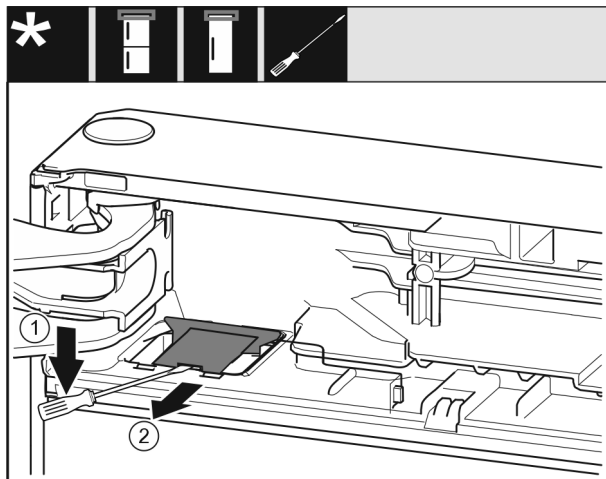

Fig. 10
- ▶ Plochým šroubovákem uvolněte kryt a zvedněte jej nahoru. Fig. 10 (1)
- ▶ Sejměte kryt. Fig. 10 (2)